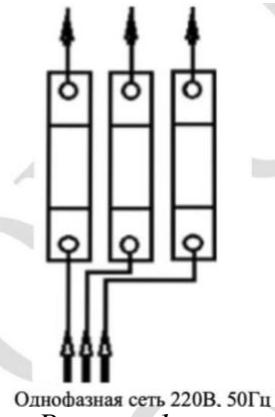

Рисунок 1
2.4.12.1 Питание станции зарядной для электрического транспорта осуществляется от однофазной сети переменного тока. Разводка проводов питающей сети производится на клеммники. Места для подключения фазных проводов промаркованы метками «красный», «синий», «желто-зеленый» (см. рисунок 1).